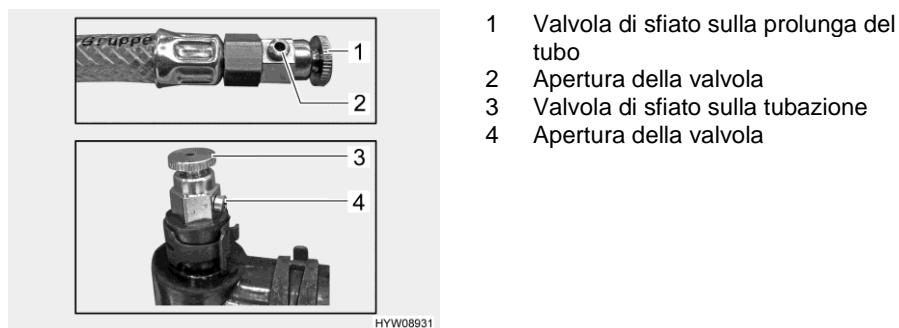

Fig. 179 Valvole di sfiato (riscaldamento ad acqua calda)
- Aprire la valvola di sfiato (Fig. 179,1 o 3) e lasciarla aperta finché non esce più aria dall'apertura della valvola (Fig. 179,2 o 4).